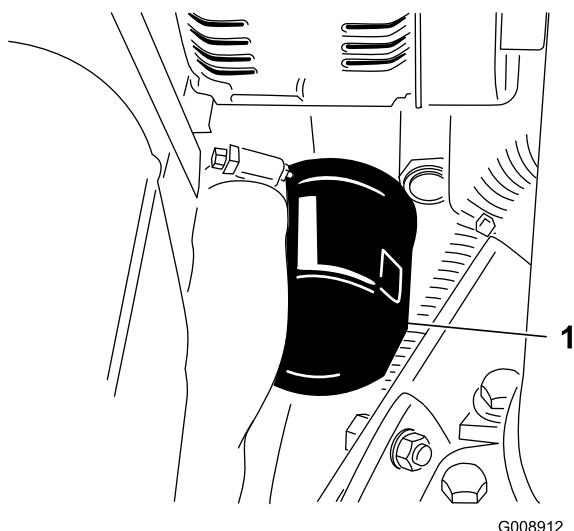

Figura 59
2. Togliete il filtro dell'olio (Figura 59).